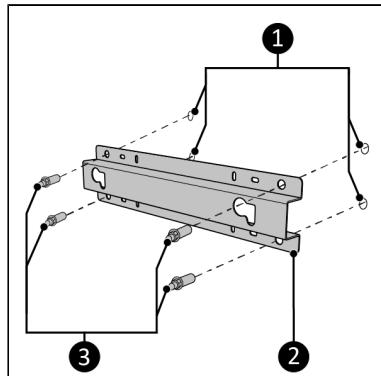

Figure 98.
- Umístěte držák (Figure 98, poz. 2) na stěnu a označte místo pro 4 díry (Figure 98, poz. 1). Ujistěte se, že je držák umístěný svisle (viz štítek na držáku „Tato strana nahoru“).
- Přitáhněte nástěnný držák ke stěně pomocí čtyř matic (Figure 98, poz. 3).